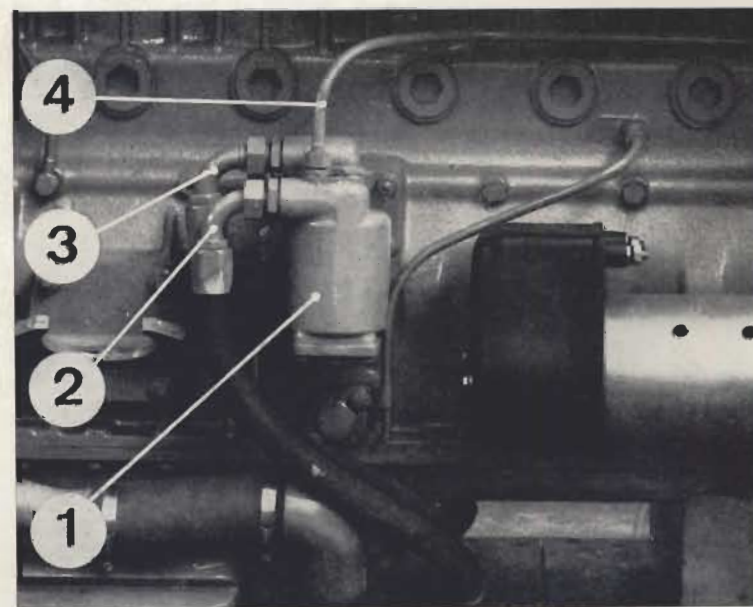

Fig. 2.7. - Filtro de aceite a presión
- 1.º Sacar el tapón de vaciado, desplazar los 4 tornillos que sujetan la base del filtro, y extraer el cuerpo de los elementos filtrantes. Dicho cuerpo se desplaza hacia abajo (ver fig. 2.7).